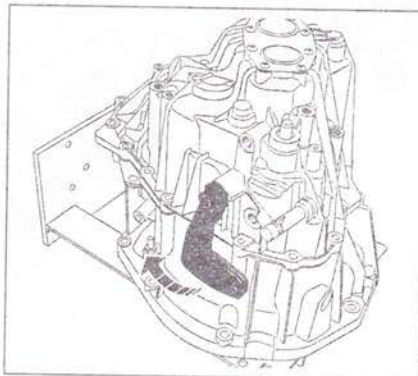

Рис. 5.41. Вращайте рычаг переключения, чтобы освободить рычаг управления, приподнимая при этом картер вверх, а затем снимите картер совсем.
8. Вращайте рычаг переключения, чтобы освободить рычаг управления, приподнимая при этом картер вверх, а затем снимите картер совсем (рис. 5.41).